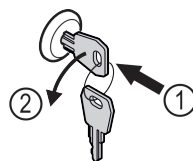

Fig. 161
- Sätt in nyckeln. Fig. 161 (1)
- Vrid nyckeln 90° moturs. Fig. 161 (2)